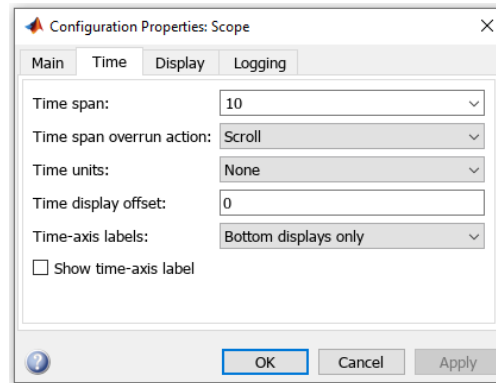

Figure 9: Fenêtre des paramètres de configuration pour configurer l'apparence du bloc **Scope**
3. Double-cliquez sur le bloc **Scope** pour modifier l'apparence et le comportement du bloc scope. Sélectionnez l'option **View** → **Configuration Properties** → **Time** pour configurer le bloc scope comme montré dans la Figure 9. Pour plus d'informations sur la configuration du bloc scope, tapez dans la fenêtre de commande Matlab : `doc TimeScopeConfiguration`.